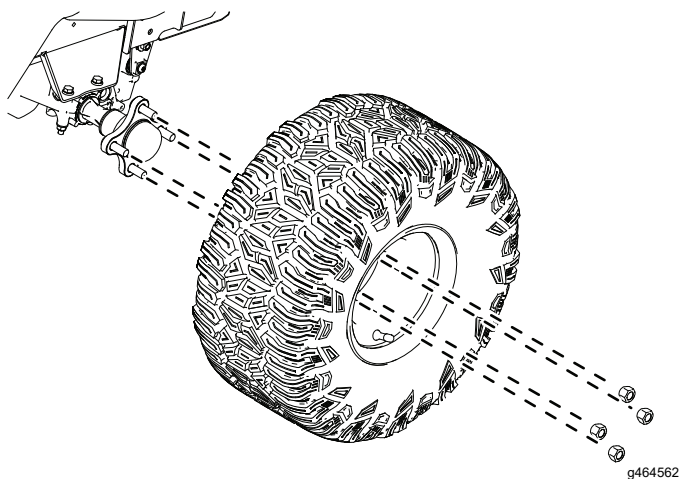

Рисунок 4
10. Снимите задние колеса, как показано на Рисунок 4
1. Установите задние колеса как показано на Рисунок 4.